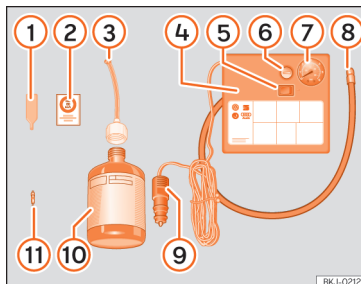

Abb. 98 Prinzipdarstellung: Bestandteile des Pannensets
Das Pannenset befindet sich im Gepäckraum unter dem Bodenbelag. Es besteht aus folgenden Bestandteilen » **Abb. 98:**
Den Reifenfüllschlauch » Abb. 98 ⑧ wieder anschließen und den Reifenfülldruck an der Reifenfülldruckanzeige ⑦ ablesen.